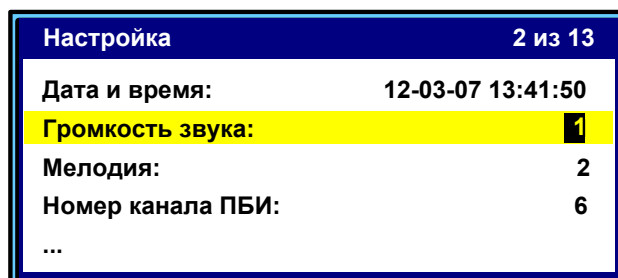

Рисунок 32 – Режим корректировки громкости звука
4.10.7.1 В режиме ожидания нажать клавишу **«*»** и выбрать пункт меню **«Настройка»** → **«Громкость звука»** и нажать клавишу **«Режим»**. Аппарат переходит в режим корректировки громкости звука (см. рисунок 32).